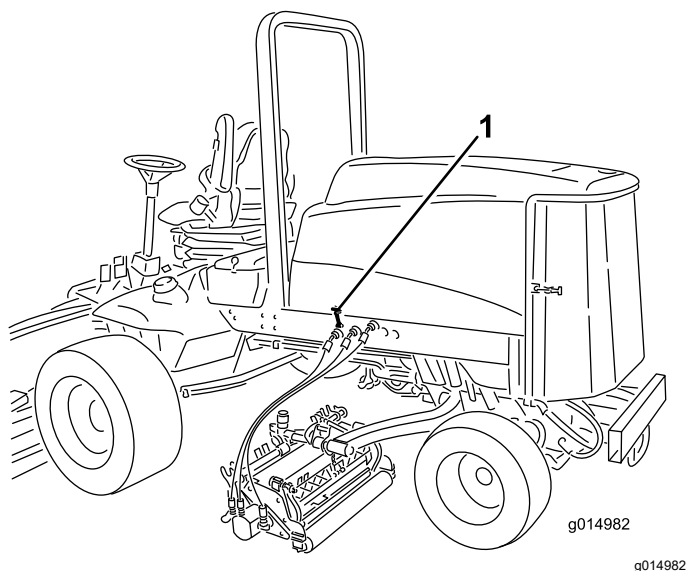

Figura 34
2. Desbloquee los cierres del capó y abra el capó (Figura 34).